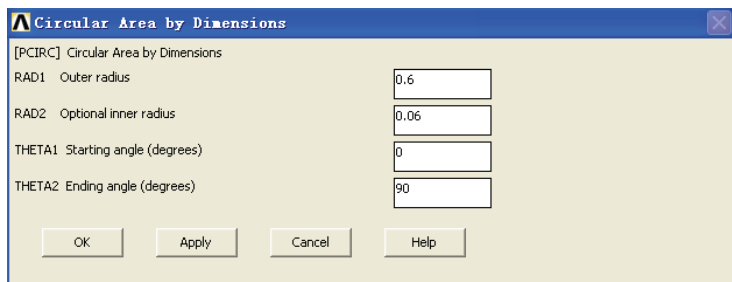

图 8-29 创建圆面对话框
2) 选择 Main Menu | Preprocessor | Modeling | Create | Areas | Circle | By Dimensions 命令, 出现 Circular Area by Dimensions 对话框, 在 RAD1 Outer radius 输入栏中输入 0.6, 在 RAD2 Optional inner radius 输入栏中输入 0.06, 在 THETA1 Starting angle (degrees) 输入栏中输入 0, 在 THETA2 Ending angle (degrees) 输入栏中输入 90, 如图 8-29 所示, 单击 Apply 按钮, 在 THETA1 Starting angle (degrees) 输入栏中输入 90, 在 THETA2 Ending angle (degrees) 输入栏中输入 180, 单击 OK 按钮关闭该对话框。